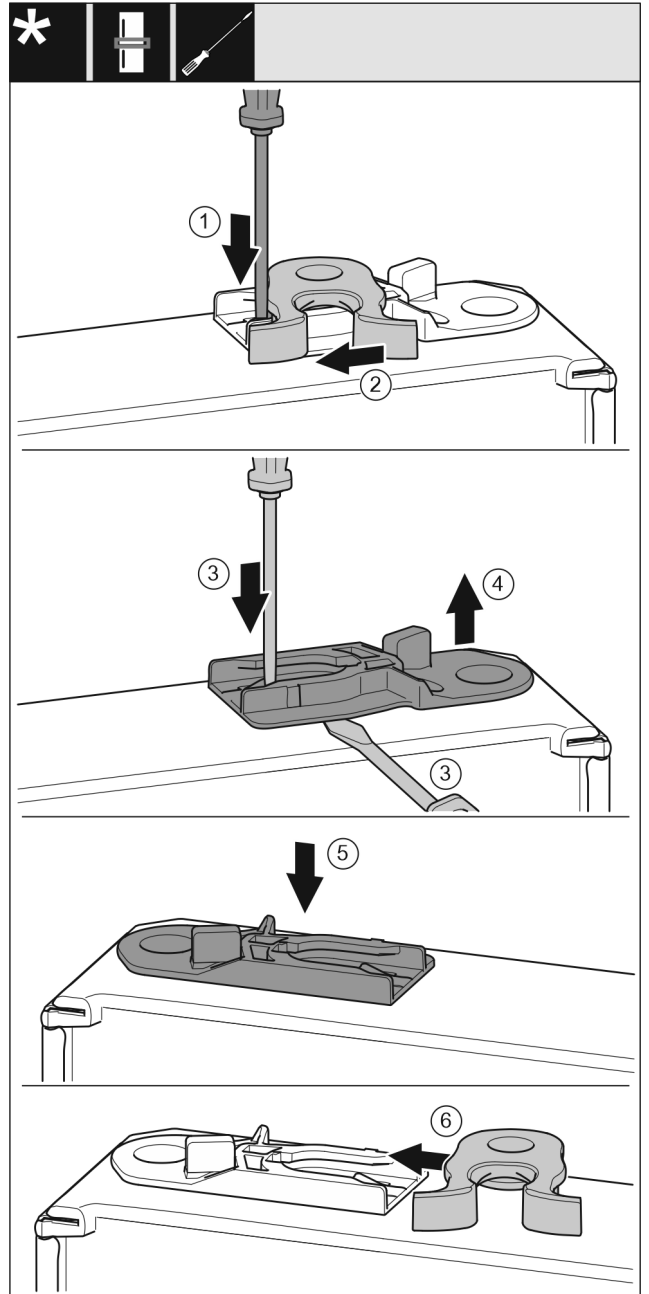

Fig. 17
- Paina kieleke alas uraruuvimeisselillä. Fig. 17 (1)
- Vedä sulkuhaka pois ohjaimesta. Fig. 17 (2)
- Ohjainholkin ulosvetäminen: Paina kielekettä uraruuvimeisselillä ja työnnä uraruuvimeisseli samanaikaisesti ohjainholkin alle. Fig. 17 (3, 4)
- Työnnä toimitukseen kuuluva ohjainholkki kotelon toiselle puolelle. Fig. 17 (5)
- Työnnä sulkuhaka ohjaimeen. Fig. 17 (6)